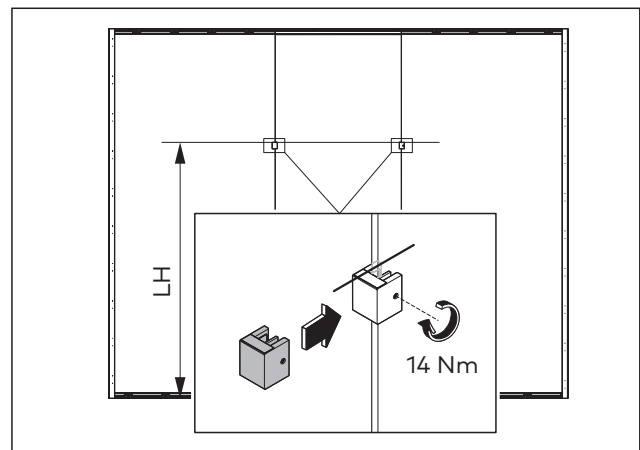

Abb. 6 Die Montagehilfen befestigen
2. Die lichte Höhe (LH) aus der projektbezogene Anlagenzeichnung entnehmen.
3. Die 2 Montagehilfen mit den Zwischenlagen nach oben an der Stelle rechts und links am Seitenteil befestigen (Abb. 6).